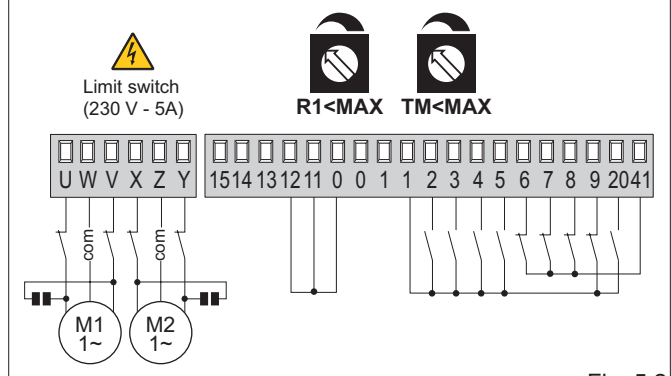

Fig. 5.2
- (Abb. 5.2) Die Flügel kommen an den Endschaltern und an Hindernissen zum Stillstand.